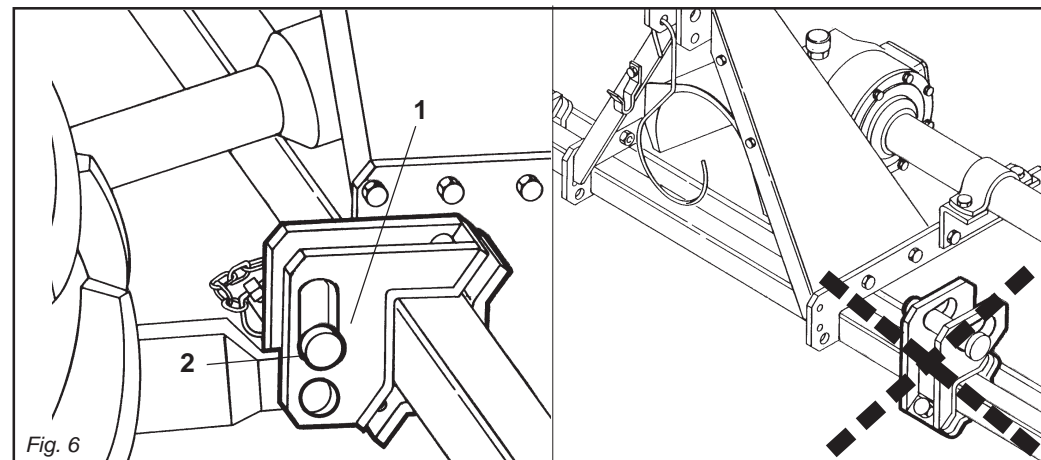

Fig. 6
In base alle dimensioni specifiche di questi 2 tipi di attacchi dei trattori è necessario determinare la posizione più favorevole della macchina spostando opportunamente sul tubo quadro le piastre (1 Fig. 6) e inserendo i perni (2 Fig. 6) nei fori corrispondenti al giusto diametro delle parallele del trattore.
*Depending on the precise dimensions of these two types of hitches, find the best position for the machine by moving the plates (1 Fig. 6) along the square tubular and inserting the pin (2 Fig. 6) in the holes corresponding to the correct diameter for the tractor's parallel arms.*
Der Anbau der Maschine am Schlepper erfolgt nur dann, wenn die Maschine am Boden steht, und zwar auf ebenem Gelände. Alle Maschinen können an jedem beliebigen Schlepper mit Universal-Dreipunktaufhängung der 1. und 2. Kategorie angebaut werden. Aufgrund der spezifischen Abmessungen dieser beiden Schlepperanschlüsse kann man die günstigste Position der Maschine festlegen, indem man die Platten (1 Abb. 6) auf dem Vierkantrohr verschiebt und die Bolzen (2 Abb. 6) in die entsprechenden Bohrungen mit dem richtigen Durchmesser auf dem Schleppergestänge einsteckt.
*En fonction des dimensions spécifiques de ces deux types d'attelages des tracteurs il faut déterminer la position la plus favorable de la machine en déplaçant, sur le tube carré, les plaques (1 Fig. 6) et introduire les axes (2 Fig. 6) dans les trous correspondant au bon diamètre des parallèles du tracteur.*
En relación a las dimensiones específicas de estos dos tipos de enganche de los tractores hace falta determinar la posición más favorable de la máquina desplazando oportunamente en el tubo cuadrado las placas (1 Fig. 6) e introduciendo los pernos (2 Fig. 6) en los orificios correspondientes al correcto diámetro de las paralelas del tractor.
Le piastre (1 Fig. 6) vanno montate sempre e solo come mostrato in Fig. 6 con i fori posizionati anteriormente al tubo quadro.
- 1 - Accostare le parallele del sollevatore ponendole all'interno delle piastre (1 Fig. 6), inserire il perno (2 Fig. 6) nel foro predisposto e bloccare con le copiglie a scatto.
*The plates (1 Fig. 6) must always and only be mounted as shown in Fig. 6 with the holes towards the front of the square tubular.*
- 1 - *Near the lift bars, setting them in the most suitable plates (1 Fig. 6). Insert the pin (2 Fig. 6) into the relative hole and lock in place with the snap-in split pins.*
Die Platten (1 Abb. 6) dürfen nur und ausschließlich so montiert werden, wie es in Abb. 6 gezeigt ist, nämlich mit den Bohrungen, die vor dem Vierkantröhr angeordnet sind. Der Hersteller haftet nicht für die Beschädigung der Maschine oder des Schleppers infolge der Nichtbeachtung dieser Angabe.
- 1 - Die Lenker des Krafthebers annähern und in die am besten geeigneten Platten schieben (1 Abb. 6). Den Bolzen (2 Abb. 6) in das Loch stecken und mit dem einrastenden Splint blockieren.
*Les plaques (1 Fig. 6) doivent obligatoirement être montées comme illustré dans la Fig. 6 en utilisant les trous placés à l'avant du tube carré.*
- 1 - *Approchez les barres du relevage en les plaçant à l'intérieur des plaques les plus appropriées (1 Fig. 6), introduisez l'axe (2 Fig. 6) dans le trou correspondant et bloquez par les goupilles à encastrement.*
Las placas (1 Fig. 6) deben ser montadas siempre y solamente según lo indicado en la Fig. 6 con los orificios posicionados delante del tubo cuadrado. La firma constructora no es responsable de rupturas en la máquina o en el tractor originadas por falta de respeto de esta indicación.
- 1 - Acercar las barras del elevador poniéndolas dentro de las placas más indicadas (1 Fig. 6), introducir el perno (2 Fig. 6) en el orificio y bloquear con los pasadores de resorte.